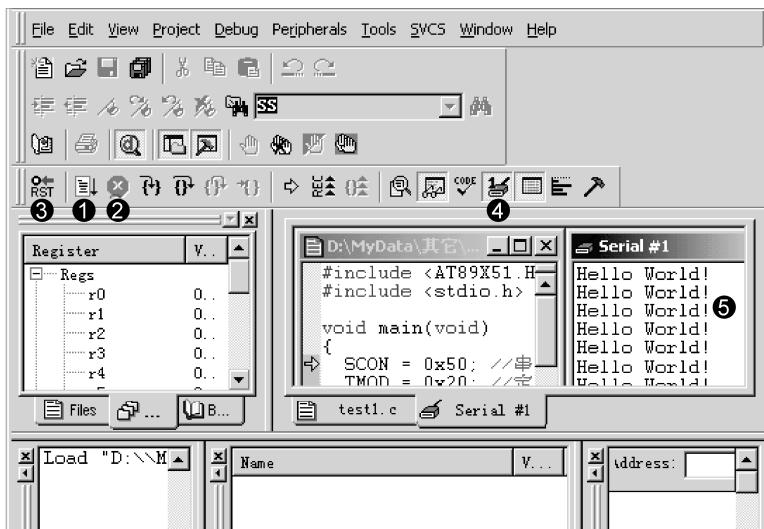

图 1-16 调试运行程序
(6) 进入调试模式，软件窗口样式如图 1-16 所示。图 1-16 中 1 为运行按钮，当程序处于停止状态时此按钮才有效。2 为停止按钮，程序处于运行状态时此按钮才有效。3 是复位按钮，模拟芯片的复位，程序回到最开头处执行。单击 4 可以打开 5 串行调试窗口，在这个窗口中可以看到从 51 芯片的串行 I/O 口输入/输出的字符。这些功能在菜单中也有，这里不再赘述，其他功能会在后文中介绍。首先单击 4 打开串行调试窗口，再单击运行键，这时就可以看到串行调试窗口中不断出现“Hello World！”，这样就完成了第一个项目。最后停止程序运行回到文件编辑模式中，先单击停止按钮，再单击开启/关闭调试模式按钮。